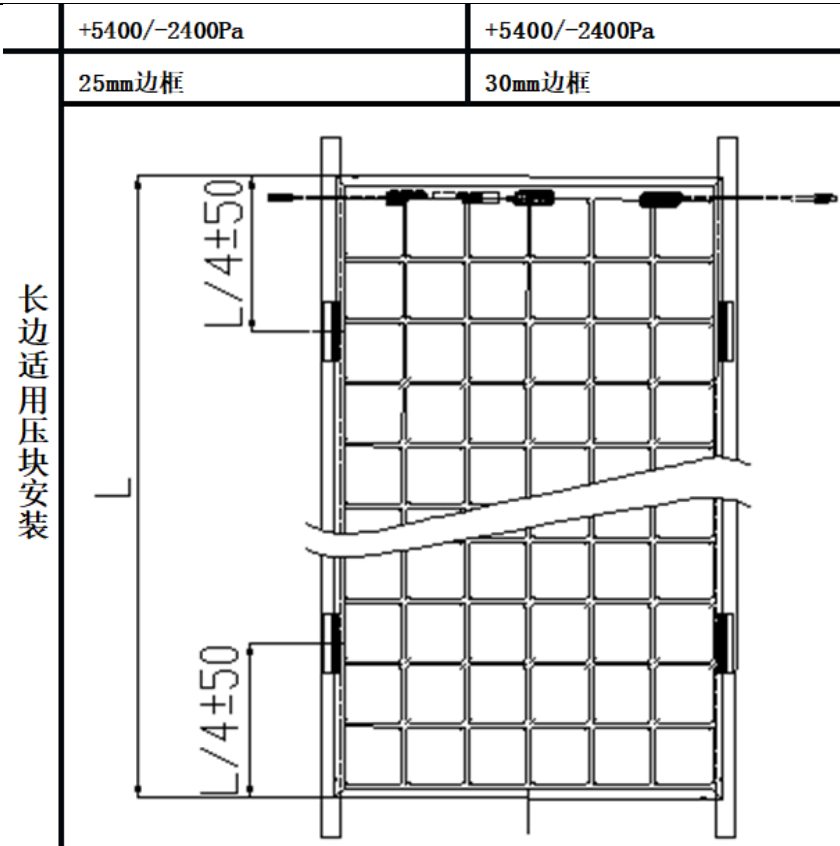

图8 安装位置及对应载荷关系
- D. 本安装说明只针对 25 和 30mm 边框双面双玻组件。具体安装方式请参照图 8、9、10。